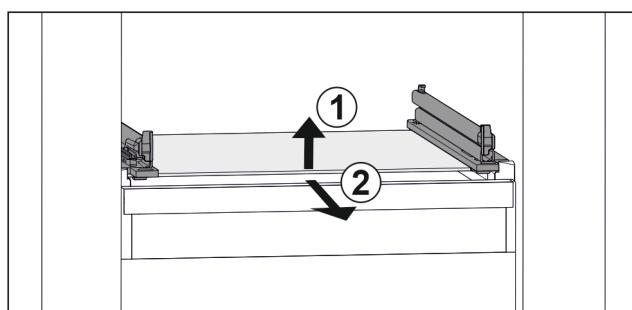

Fig. 45 Príklad zobrazenia sklenenej dosky
- Nadvihnite sklenenú dosku vpred. Fig. 45 (1)
- Odoberte sklenenú dosku dopred. Fig. 45 (2)